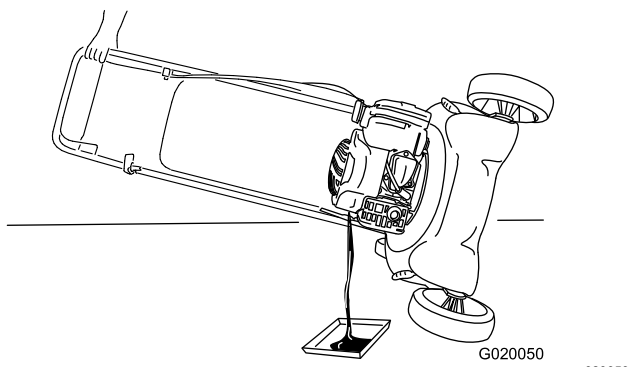

Figura 21
4. Înclinați mâna pe o parte (astfel încât filtrul de aer să fie orientat în sus) pentru a scurge uleiul uzat din tubul de umplere cu ulei (Figura 21).